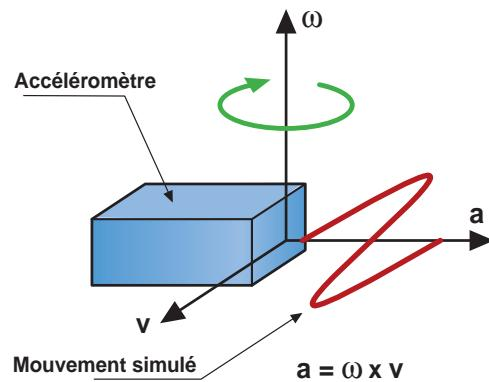

Figure 4.
– Le **gyroscope vibratoire** (Attention, ce « gyroscope » n'en est pas un, ce serait plutôt un « gyromètre » mesurant la vitesse angulaire !) est basé sur la loi de Coriolis en mécanique : un transducteur d'accélération $m\ddot{x}$ à la vitesse v dans une direction orthogonale à son axe sensible subit une accélération lorsqu'il est soumis à une rotation autour du troisième axe spatial orthogonal à la vitesse de déplacement et à la direction sensible à l'accélération (**figure 4**). La vitesse est généralement appliquée sous forme d'oscillation harmonique par un oscillateur piézoélectrique ou un entraînement capacitif. Par rapport au gyroscope à fibre optique, le gyroscope vibratoire présente un bruit élevé, une dérive importante en fonction de la température (jusqu'à 3% sur la plage de température) et une erreur de facteur d'échelle clairement dépendante de la température accompagnée d'une faible largeur de bande. Il est couramment utilisé dans un grand nombre d'applications peu coûteuses où ces facteurs ne jouent pas un rôle critique.